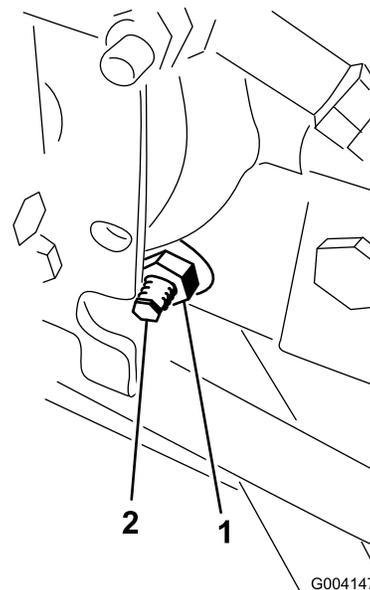

Figure 54
3. Sous le côté droit de l'hydrostat, desserrez le contre-écrou sur la came de réglage de transmission (Figure 54).